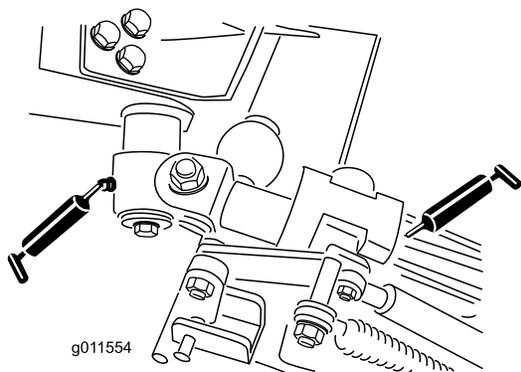

Рисунок 74
- Втулки осей поворота коленчатых рычагов (2 шт.) (Рисунок 74)
- Втулки подъемных рычагов (4 шт.) (Рисунок 74)